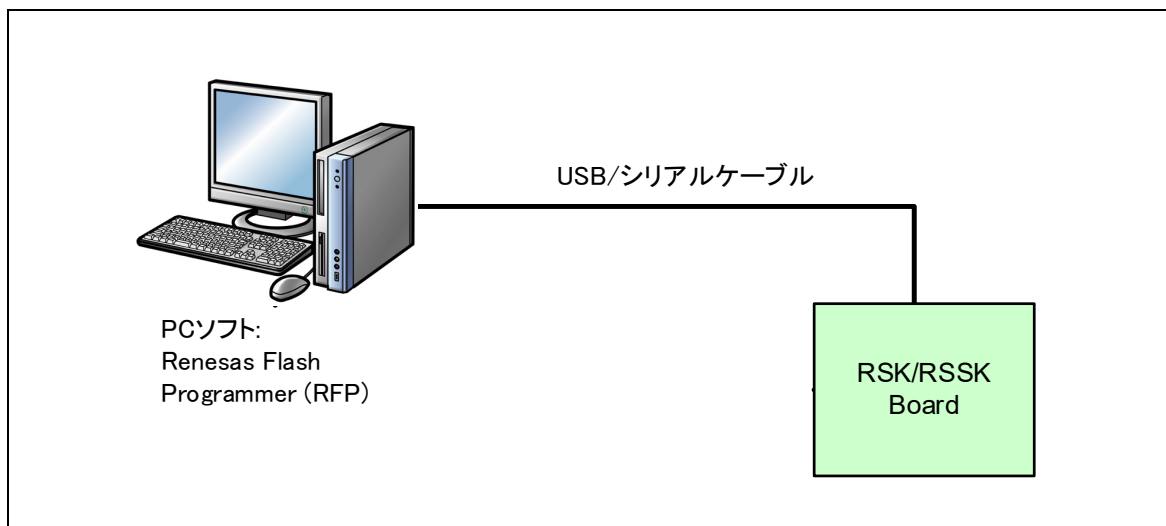

Figure 4-3 エミュレータを使用しない場合の接続図
- b) エミュレータを使用しない場合(Figure 4-3参照)で、ユーザブート領域へ本プログラムの書き込み行うときは、ブートモードによるROM書き込みを行ってください。USBブートモードではユーザブート領域への書き込み